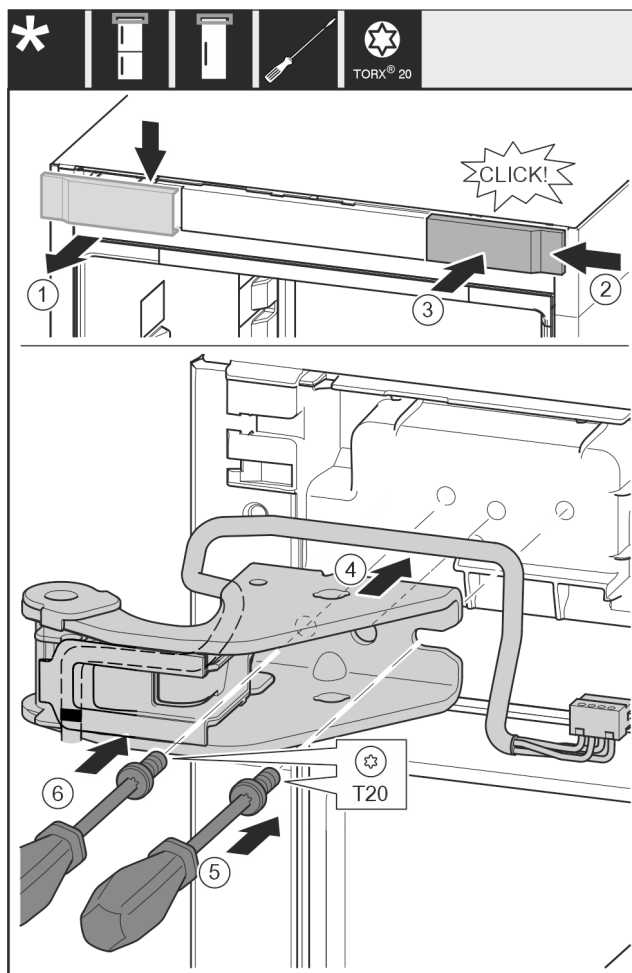

Fig. 32
- Afdekking van boven naar voren toe verwijderen. Fig. 32 (1)
- Afdekking 180° gedraaid op de andere kant van rechts aanbrengen. Fig. 32 (2)
- Afdekking vastklikken. Fig. 32 (3)
- Bovenste lagerbus plaatsen. Fig. 32 (4)
- Schroef met schroevendraaier T20 aanbrengen en vastdraaien. Fig. 32 (5)
- Schroef met schroevendraaier T20 aanbrengen en vastdraaien. Fig. 32 (6)